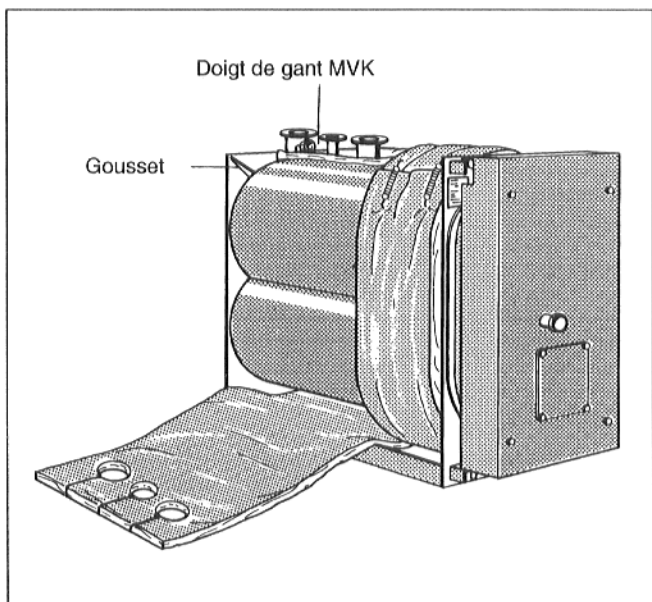

Fig. 6
- Enrouler les deux ensembles de calorifugeage autour du corps de la chaudière, faire chevaucher les extrémités et les fixer latéralement sur le haut à l'aide de 5 ou 6* ressorts tendeurs (Fig. 6).
- Inciser les panneaux d'isolation aux extrémités des goussets (équerres de renfort) (Fig. 6).